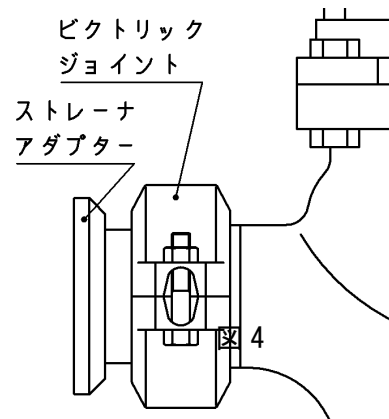

図 7
- ①ご使用前に樹脂製のＯリング脱落防止キャップを取り外して下さい。
- ②メータ接続部（メータの端面が当たる部分）にＯリングが組み付けられていることを確認して下さい。
- ③仕切弁のハンドルを「S」方向に回し、弁を閉じて下さい。
- ④ストレーナアダプタをメータの上流側にビクトリックジョイントで取り付けて下さい。（図 7）